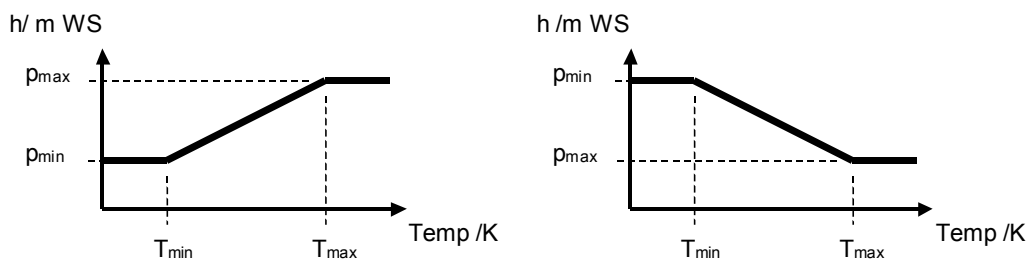

Bild 5.2, Δp -T Regelart mit positiver oder negativer Regelkennlinie
Dieser Schreibpunkt gibt einen von vier erforderlichen Parametern für die Temperatur-Drucksteuerung Δp -c = f(T) vor. Bedingung $T_{\min} < T_{\max}$, siehe Bild 5.2. Dieser Datenpunkt muss zusammen mit den Schreibpunkten 5.1.5 bis 5.1.7 eingestellt werden.